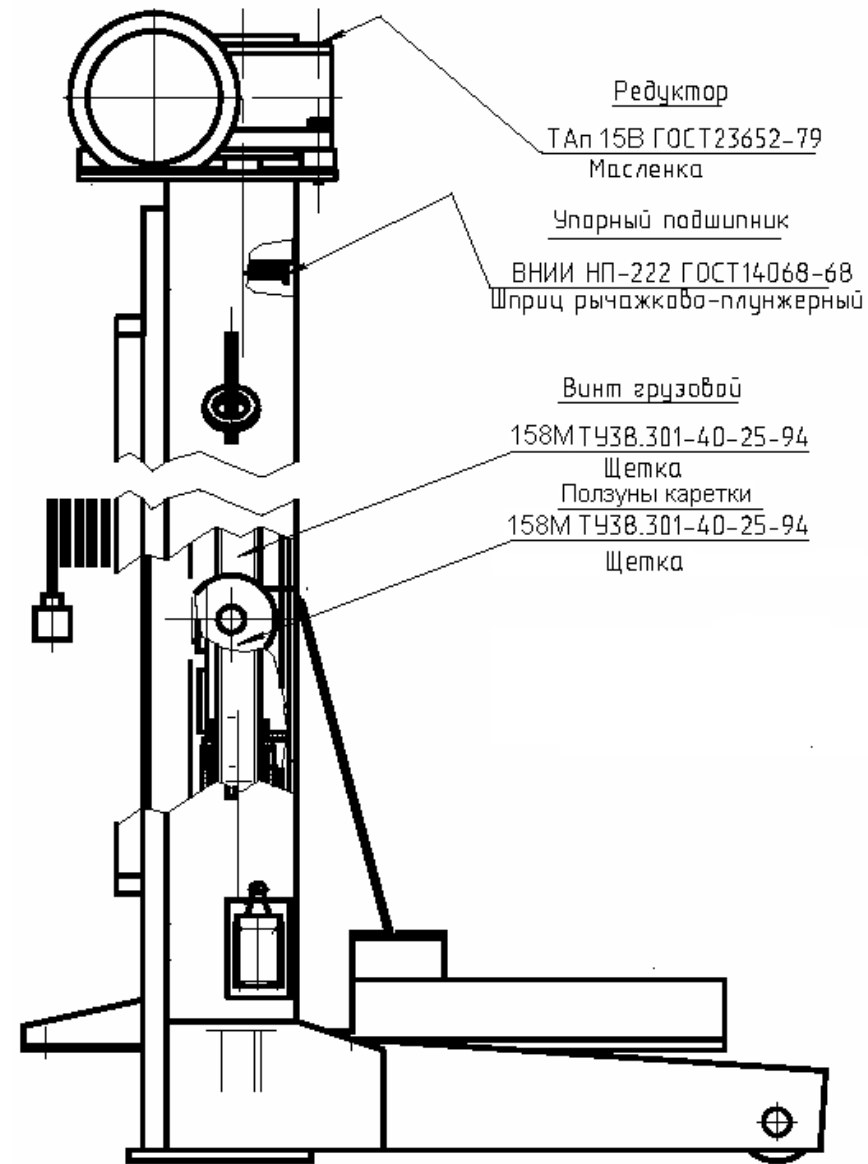

Рис. 6. Карта смазки стойки подъемника ПП-30М
6.2.2 Для ревизии состояния смазки трущихся деталей (см. карту смазки на Рис. 6), в каждой стойке необходимо:
- произвести смазку стоек подъемника в соответствии с картой смазки (см. Рис. 6).